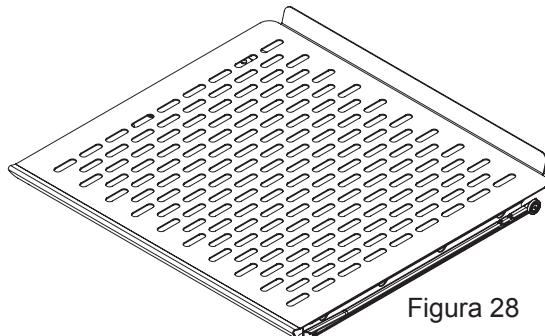

Figura 28
- (1) Estante con guía de rodillos, vea la Figura 28.